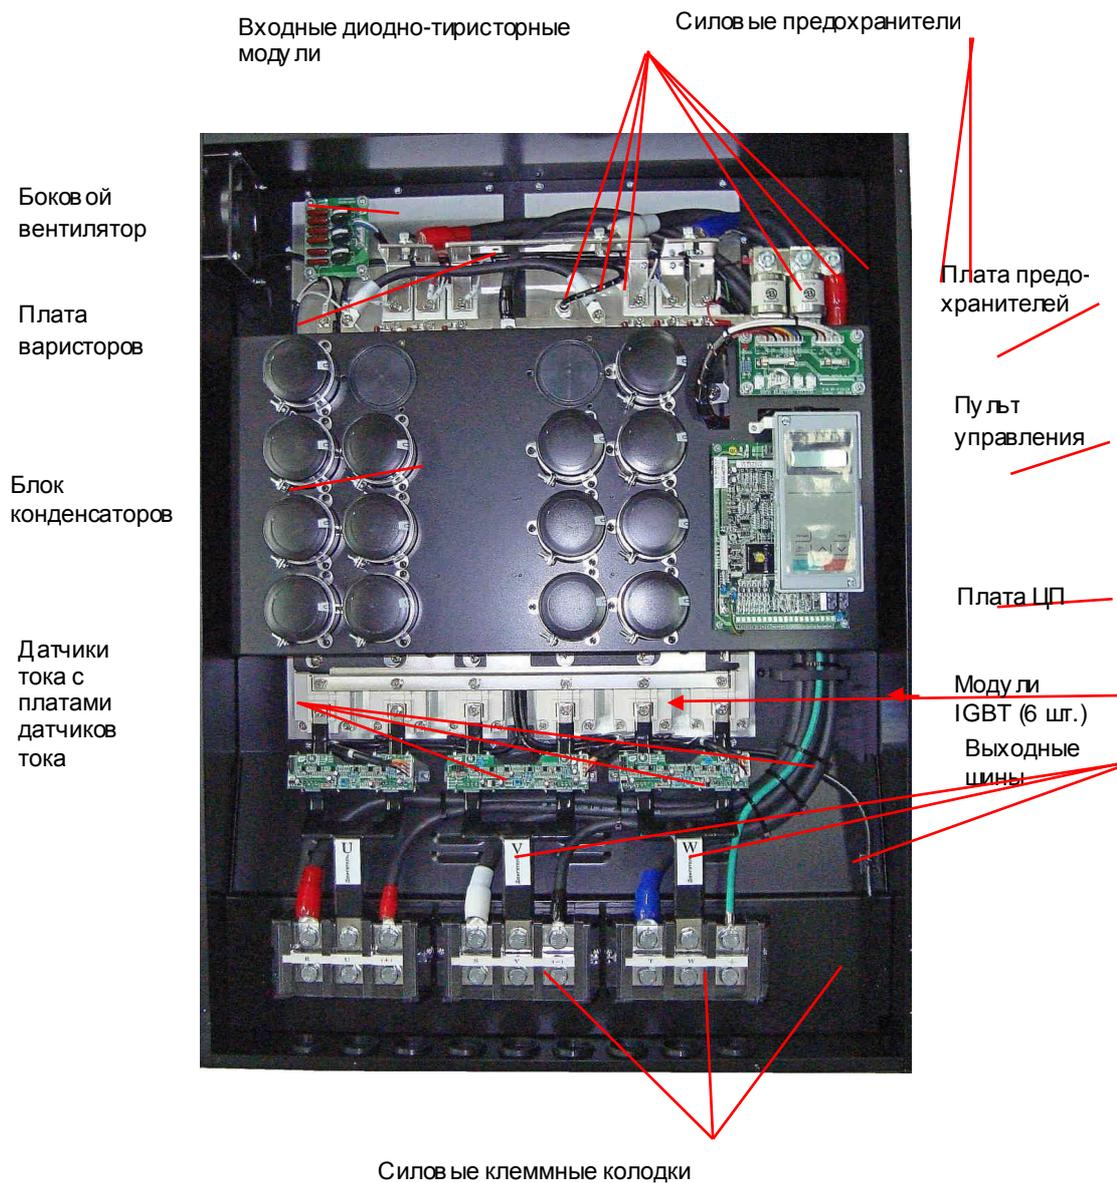

Рис. 4.3.
4.5.1. Общий вид преобразователей частоты EI-7011-175Н, -200Н со снятой верхней крышкой и расположение элементов внутри ПЧ представлены на рис. 4.3.